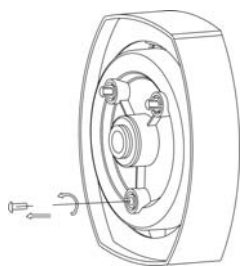

Рисунок 1
1. Выньте 3 винта (E) из основания корпуса (C) (рисунок 1).